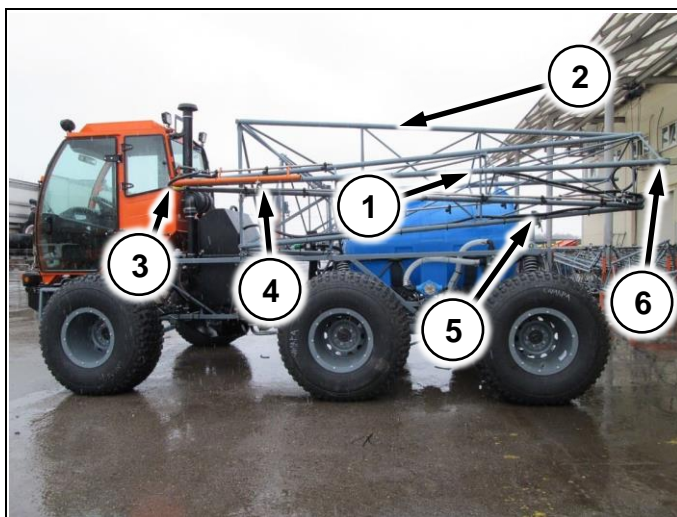

Рис. 65
Раскладывание штанг начинать с разворачивания концевой секции назад (Рис. 65/1).
Раскладывать корневую секцию (Рис. 65/2), с зафиксированной концевой, запрещается! Это может привести к повреждению машины!
1. Открыть флажок (Рис. 65/4) и отвести концевую секцию назад до фиксации в замке (Рис. 65/6)
2. Открыть флажок (Рис. 65/5) и открыть штанги